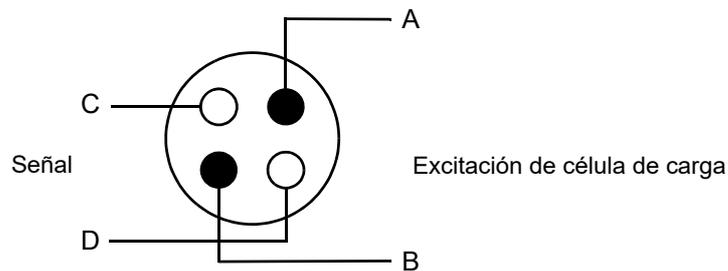

Figura 2-2. Disposición de conductores del cable de células de carga
- El cable de la célula de carga **debe ser un cable robusto de cuatro conductores**, consulte la Figura 2-2. Se deben utilizar pares diagonales para los circuitos de señal y de excitación.